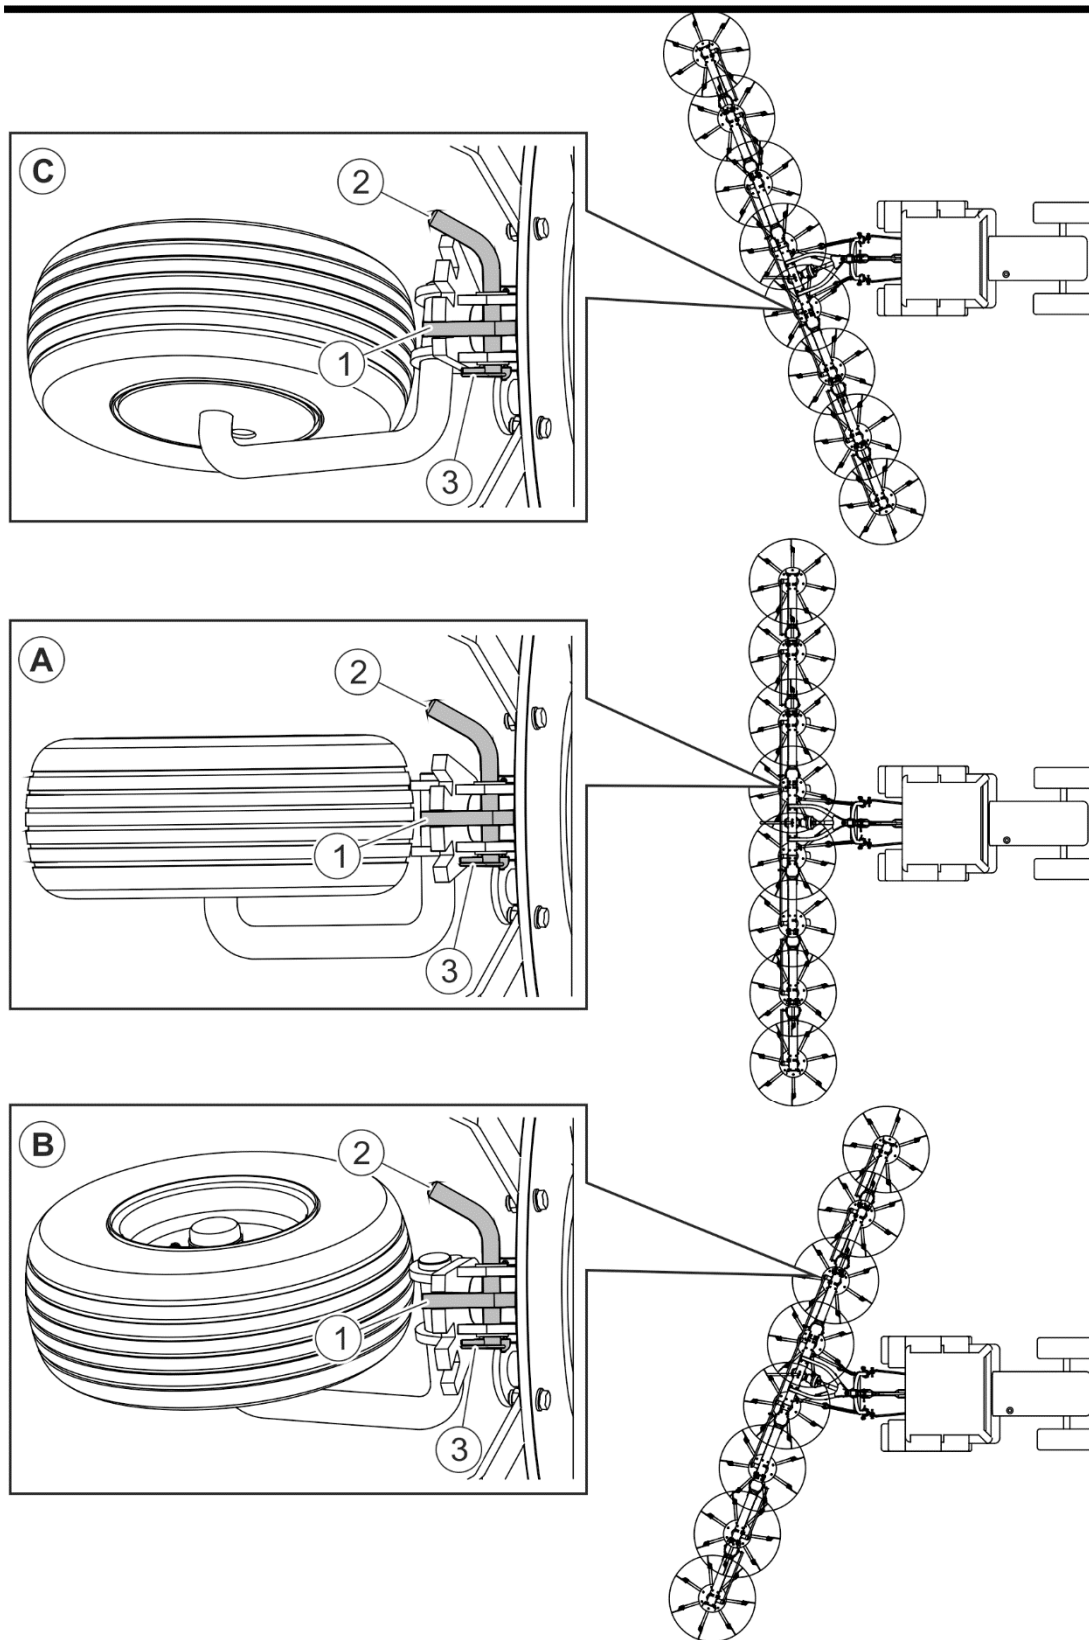

РИСУНОК 4.9 Работа ворошилкой – ворошение вдоль края поля
При ворошении вдоль края поля (граничного) необходимо изменить положение всех ходовых колес (РИСУНОК 4.9). В случае работы борошилки на правом краю поля все ходовые колеса нужно развернуть вправо (В), в случае работы на левом краю поля все ходовые колеса нужно развернуть в левую сторону (С). В случае работы борошилки по центру поля все ходовые колеса должны быть установлены в центральное положение (А). Чтобы изменить положение ходовых колес, нужно сначала минимально поднять машину и вынуть шкворень (2), блокирующий ходовое колесо в нужном положении.